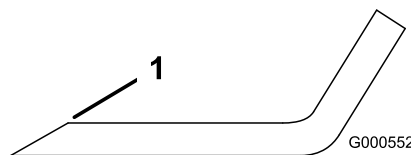

Figure 95
1. Au moyen d'une lime, aiguissez les tranchants aux deux extrémités de la lame (Figure 95).
Remarque: Si la lame est déséquilibrée, limez un peu l'extrémité de l'ailette seulement (Figure 95).